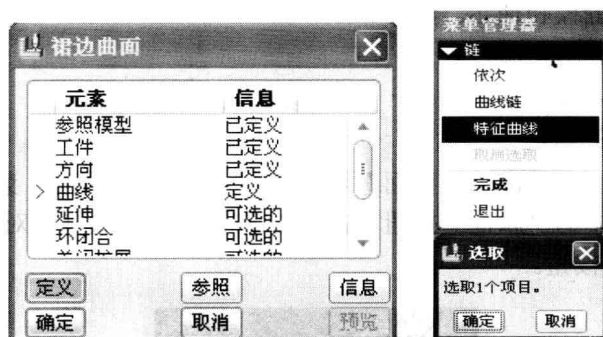

图 1-24 “裙边曲面”对话框
(4) 单击右侧工具栏中的裙边曲面命令，选择上一步创建的影像曲线，单击“确定”按钮，如图 1-24 所示。